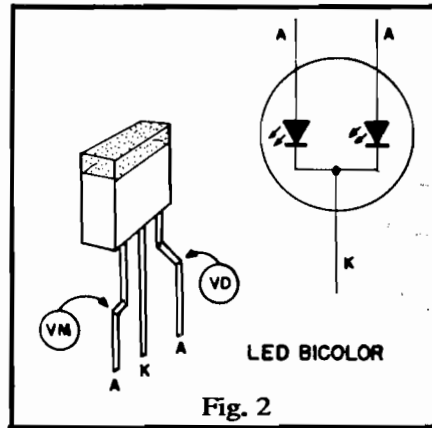

Fig. 2
- Constatada "sobra" ou "falta" de sensibilidade no R-CORUS, o Leitor/Hobbysta deverá, basicamente, atuar na modificação do valor original do resistor de realimentação do primeiro bloco amplificador (1M, marcado com asterisco, na fig. 2). O valor desse resistor é **INVERSAMENTE** proporcional à sensibilidade de entrada do R-CORUS. Assim, tornando-se necessário **aumentar** a sensibilidade, seu valor deverá ser experimentalmente **reduzido**, até
- FIG. 2 - Importantes na configuração circuital do JOCAN, são os LEDs indicadores, do tipo bicolor. Esses componentes, vistos na figura em aparência, identificação de terminais e símbolo, contém, num mesmo encapsulamento, duas "pastilhas" de Diodos Emissores de Luz, uma **vermelha** e uma **verde**. Os **anodos** (terminais A) são individualizados, acessados externamente: via terminais específicos. Já o **catodo** (terminal K) é "comum", ou seja: existe um só **catodo** para os dois LEDs internos ao componente. Notem que tal configuração permite interessantes "truques" óticos... Energizado apenas o LED vermelho, essa cor se manifestará no difusor do componente. Se, por outro lado, apenas a pastilha **verde** for energizada, o difusor do LED mostrará, obviamente, a cor verde. Já se **ambas** as "pastilhas" forem simultaneamente energizadas, a "soma" ótica das duas cores resultará em luminosidade **amarela** no difusor! Assim, em termos de funcionamento final, temos nada menos que **quatro** es-
do meio, no LED, seja ligado ao furinho do meio, no respectivo grupinho de furos... Não é importante "parar que lado ficou" o **anodo** vermelho ou o **anodo** verde (rever fig. 2). Notar que toda a fiação deverá ter seus comprimentos dimensionados de acordo com o "encaixamento" previsto para o JOCAN (próxima figura, com detalhes), o mesmo ocorrendo com o próprio tamanho das "pernas" dos 3 LEDs.